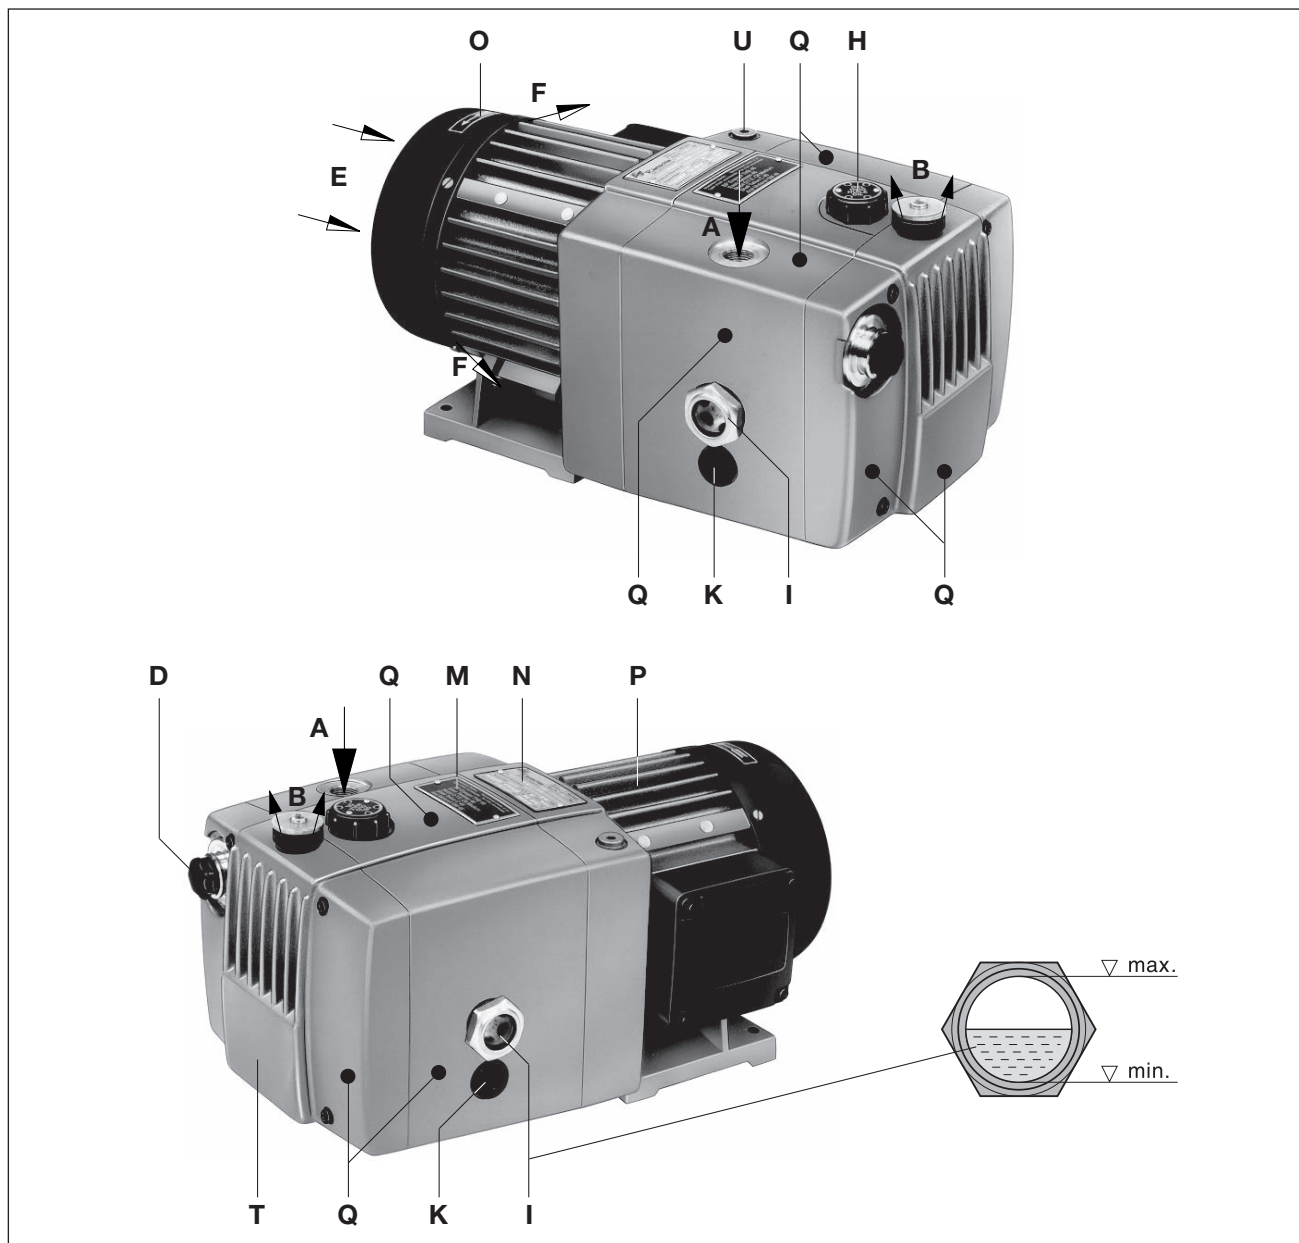

Fig. 1 Pompe à vide V-VGA / V-VGC
Le point de remplissage d'huile (fig. 1/H), le voyant d'huile (fig. 1/I) et le point de vidange d'huile (fig. 1/K) doivent être facilement accessibles.
Les entrées (fig. 1/E) et sorties (fig. 1/F) d'air de refroidissement doivent être espacées des parois avoisinantes d'au moins 15 cm. L'air de refroidissement refoulé ne doit pas être réaspiré.
Pour faciliter la maintenance, il convient de prévoir un dégagement d'au moins 30 cm devant le filtre (fig. 1/D) et le couvercle du réservoir d'huile (fig. 1/T).
- a) Raccord du vide à (fig. 1/A).
- b) L'air aspiré peut être refoulé librement au travers du silencieux (fig. 1/B).
- a) Verser l'huile de lubrification (pour le type d'huile approprié, voir le chapitre « maintenance ») par le point de remplissage d'huile (fig. 1/H) jusqu'au niveau max. du voyant d'huile (fig. 1/I).
- ▷ Le sens de rotation préconisé de l'arbre d'entraînement est indiqué par la flèche d'indication du sens de rotation (fig. 1/O) située sur la bride du moteur.
- b) Après une éventuelle correction du sens de rotation du moteur, effectuer un redémarrage et stopper à nouveau la pompe après environ 2 minutes pour rajouter l'huile manquante jusqu'au niveau max. du voyant d'huile (fig. 1/I). Répéter cette opération de rajout d'huile à l'orifice de remplissage (fig. 1/H) jusqu'au remplissage total des conduites d'huile. Il ne faut pas ouvrir l'orifice de remplissage sur une pompe en fonctionnement.